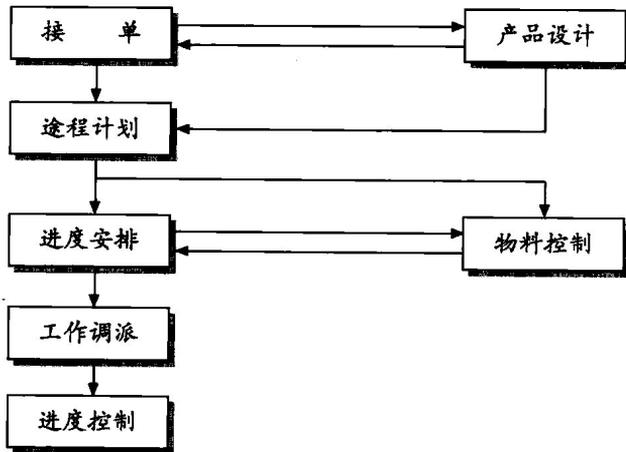

图 1-2 某订货生产型生产管理作业程序图(新产品)
① 新产品：新产品是指需要重新设计或制样的产品，其程序需从设计或样品制作开始，其作业程序如图1-2所示：